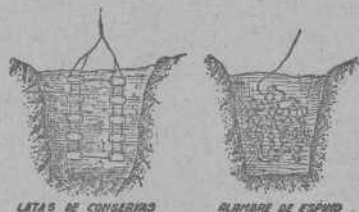

FIG. 80
*Continuamente se mejorarán las tomas multiplicando los piquetes y barrenas. A falta de estos medios, se enterrarán, en lo posible, hasta la primera capa de agua subterránea, unos 25 metros de alambre de espino de hierro galvanizado, liado de cualquier modo. El conductor de cobre, o cable desnudo, se suelda a la maraña o a virolas metálicas, latas de conservas, etc., enterradas (fig. 80).*